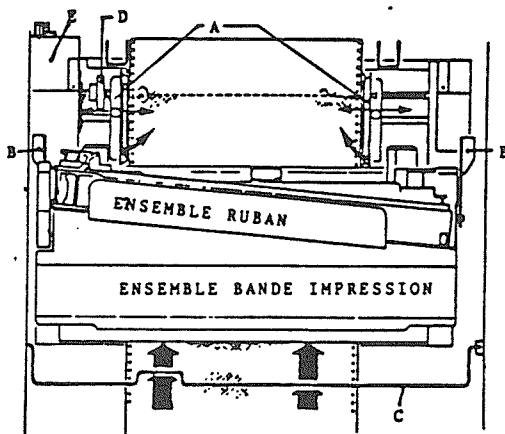

FIG. 14
- .. Lever le capot supérieur, ouvrir les deux portes face avant et l'ensemble bande à l'aide des deux poignées B (fig.14)